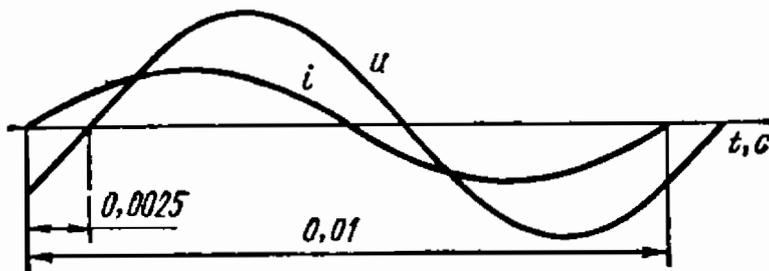

Рис. 4.1
4.1. По осциллограммам напряжения и тока u и i (рис. 4.1) двухэлементного приемника определить его активную и реактивную проводимости и дать его принципиальную схему замещения, если $U_m = 50$ В, $I_m = 0,1$ А.